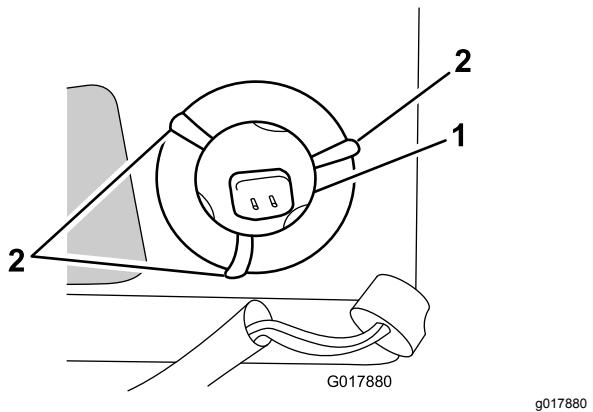

Figure 33
- Pliez les ergots métalliques de la gaine en métal (qui maintiennent l'ampoule en place) sur le côté ; voir Figure 33.